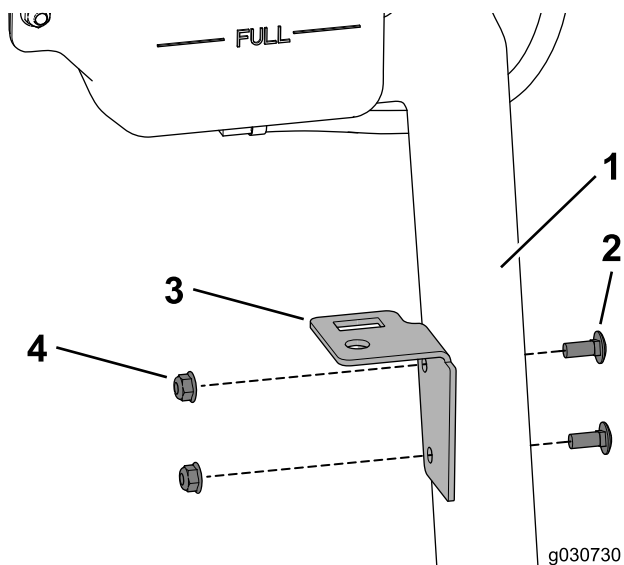

Figura 31
1. Utilice los 2 pernos de cuello cuadrado y las contratueras para fijar la placa del depósito al soporte del depósito de refrigerante (Figura 31)